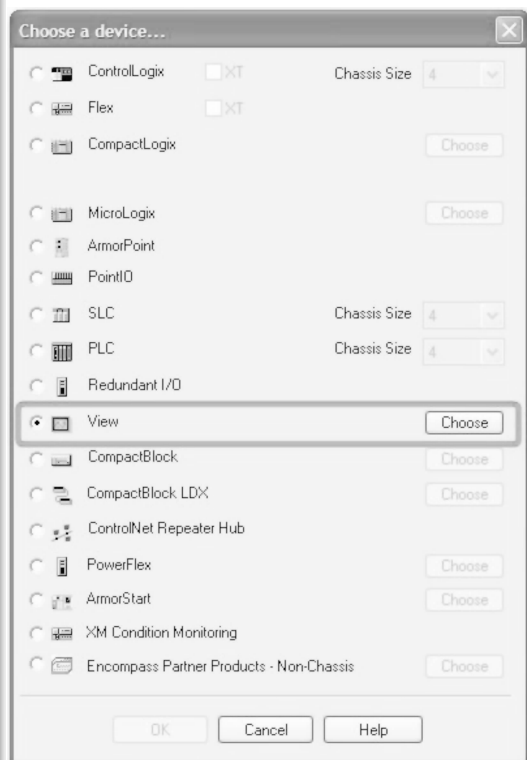

图 26-130 视图选择
2. 单击“视图”（View）的单选按钮，然后单击同一行中的“选择”（Choose）按钮，如图 26-130 所示。